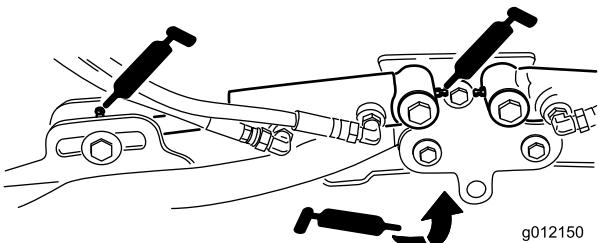

Bild 52
- Hubarmzylinder des Mähwerks (2 Stück) (Bild 52)
- Hubarmgelenke (1 Stück) (Bild 52)